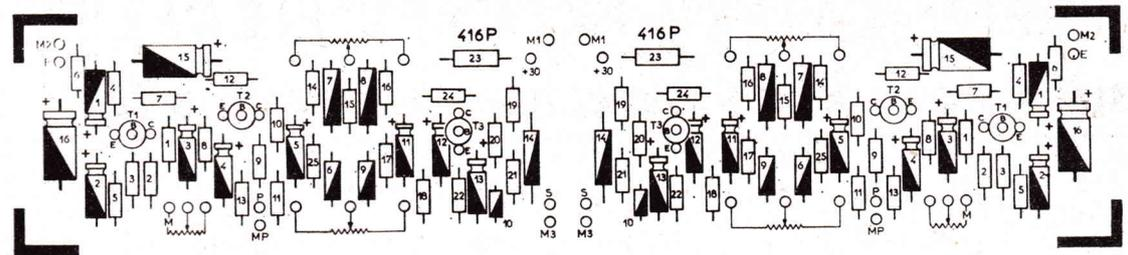

FIG. 4
**1° Circuit préamplificateur correcteur double 416** dont les valeurs d'éléments représentés selon le code habituel sont les suivantes (fig. 4) :